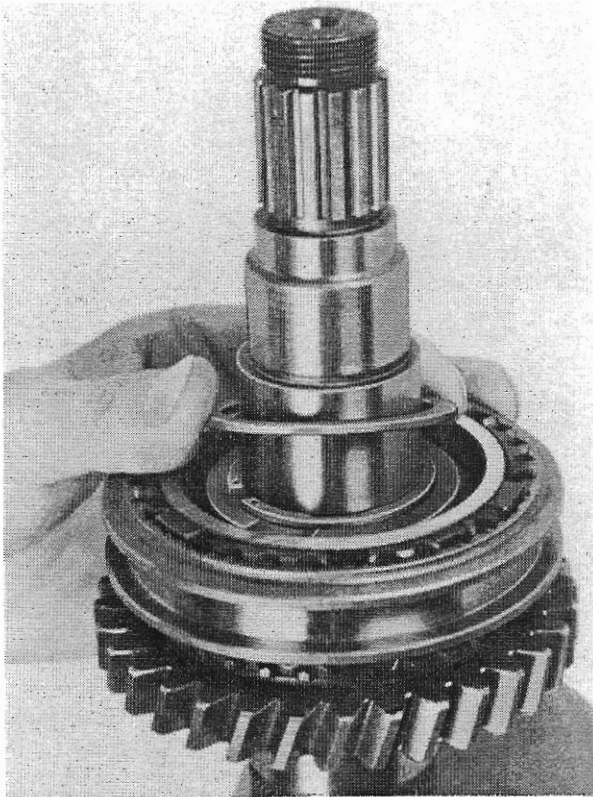
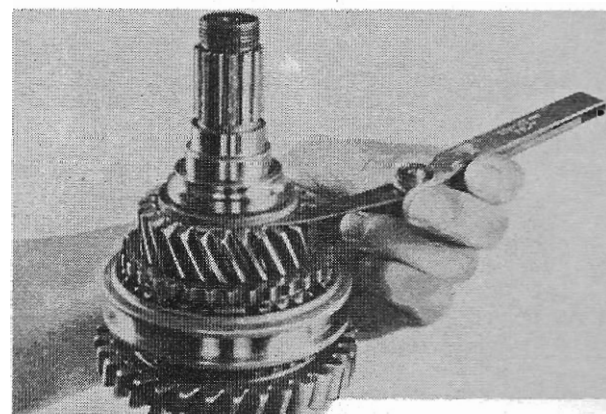

Abb. 33
Abb. 36
4. Sicherungsring (427) einfedern und Anlaufscheibe (428) über den Sicherungsring legen (Abb. 33).
7. Axialspiel des 5. Gangrades messen. Dies kann mit einer Fühlerlehre, die zwischen die Anlaufscheibe (431) und das 5. Gangrad geschoben wird, festgestellt werden (Abb. 36). Das Axialspiel soll 0,1 bis 0,15 mm betragen und wird durch Auswahl der Anlaufscheibe (428), siehe Abb. 33, korrigiert. Die Scheibe ist in den Dicken von 2,1; 2,2; 2,3; 2,4 und 2,5 vorhanden.
Einen Innenring des Schrägkugellagers (432) bis zur Anlage an der Scheibe aufpressen (Lauffläche der Kugeln liegt oben). Axialspiel des 5. Gangrades prüfen (Abb. 36) und, wenn nötig, korrigieren.